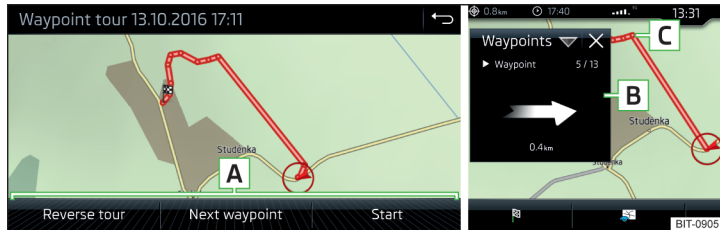

Abb. 239 Anzeige einer Wegpunkt-tour / Abfahren einer Wegpunkt-tour
- ▶ Eines der folgenden Menüs auswählen **A** » Abb. 239.
Während des Abfahrens einer Wegpunkt-tour erfolgt im Zusatzfenster **Wegpunkte** die Anzeige der Richtung sowie des Abstands zum nächsten Wegpunkt, der fortlaufenden Nummer des nächsten Wegpunktes sowie der Gesamtzahl der Wegpunkte **B** » Abb. 239.
Die Wegpunkt-tour von der Fahrzeugposition zum nächsten Wegpunkt „nimmt“ während der Fahrt sukzessive „ab“ **C** » Abb. 239.
- > Anzeige der Wegpunkt-tour » Abb. 239 auf Seite 206